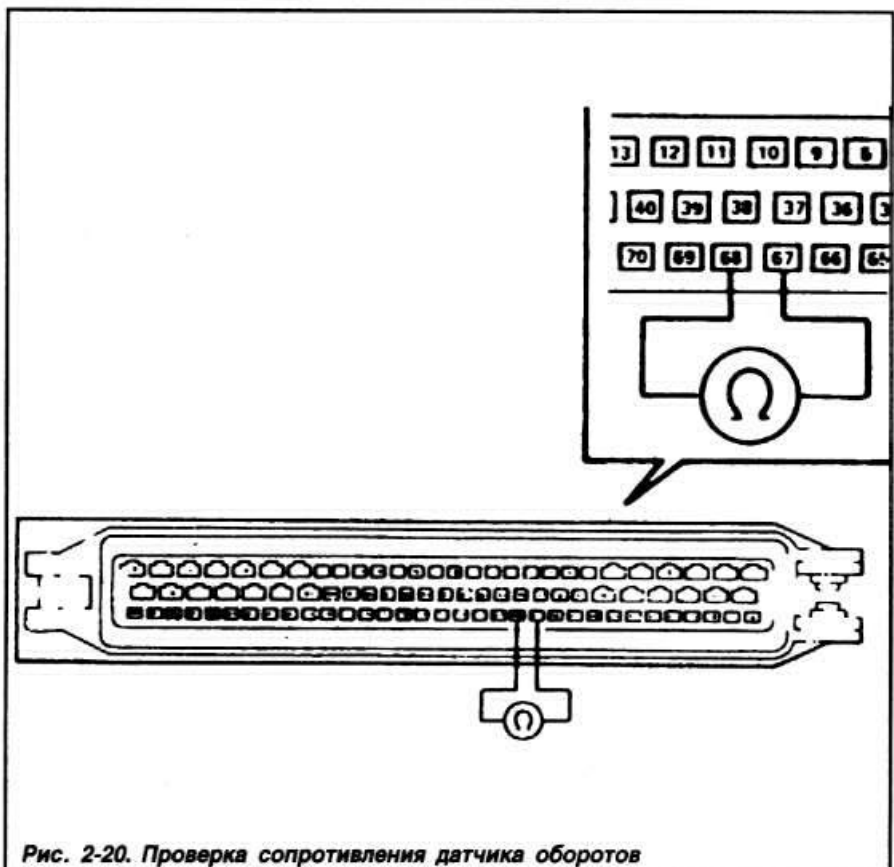

Рис. 2-20. Проверка сопротивления датчика оборотов
- Выключить зажигание, разъединить разъем контроллера, присоединить омметр к выводам «67» и «68» колодки разъема (рис. 2-20) и проверить сопротивление по омметру, которое должно быть в пределах 490-590 Ом.